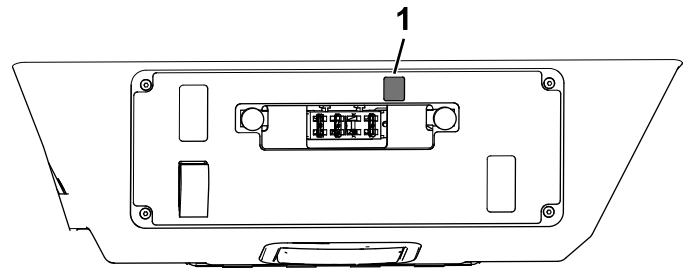

Figura 24
- Aplique la calcomanía 145-7727 al panel de la consola, como se muestra en la Figura 24.